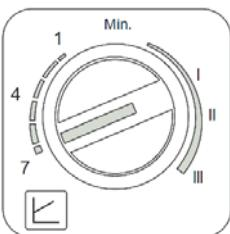

fig.18
- Configurazione Dp-v Pressione d'impulso proporzionale (fig.18)